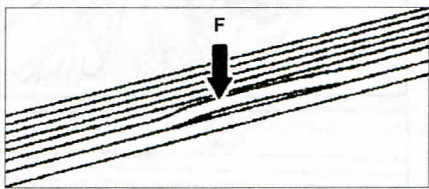

Рис. 1.3. Разрыв ребер ремня **F**.
- разрыв ребер ремня **F** (рис.1.3);